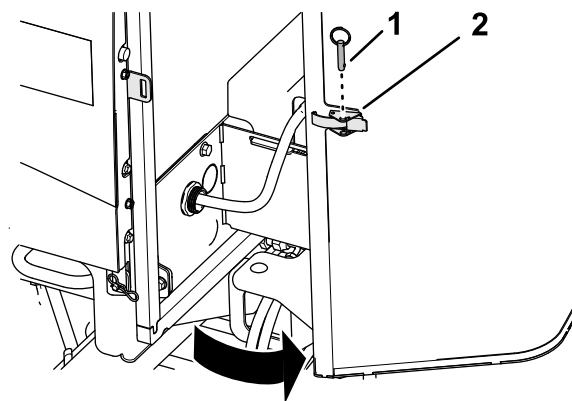

Figura 95
1. Retire o pino esférico do trinco do filtro (Figura 95).